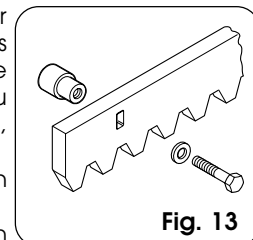

Fig. 13
4.4.1. CRÉMAILLÈRE A SOUDER EN ACIER (Fig. 13)